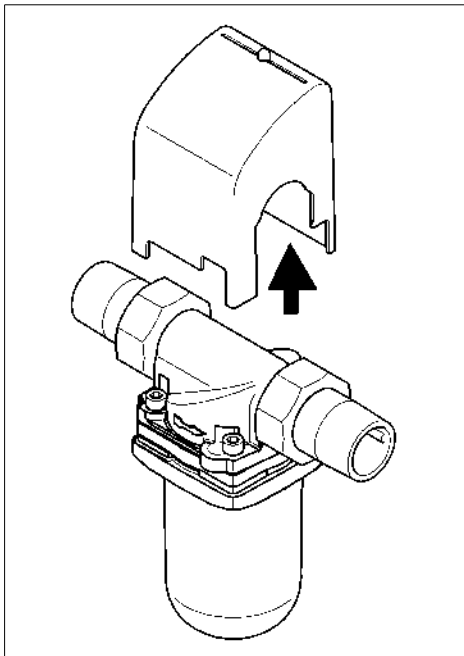

Abb. 3:
- Flanschabdeckung nach oben abnehmen (Abb. 3).